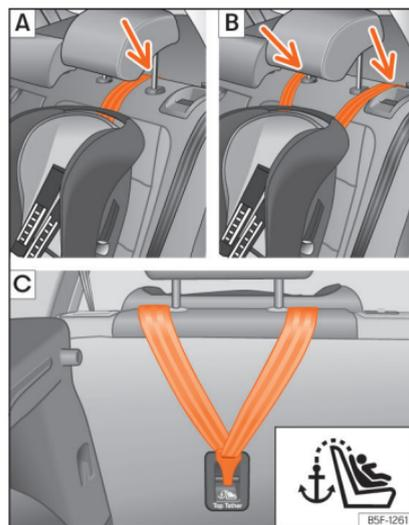
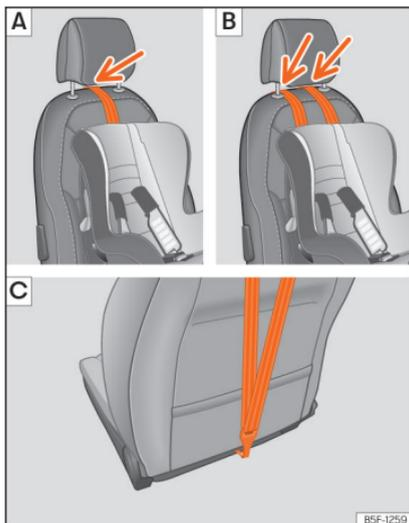

Fig. 34 Bancos traseiros: ajuste e montagem em função do cinto Top Tether.
Fig. 35 Banco dianteiro do passageiro: ajuste e montagem em função do cinto Top Tether.
cabeça se for necessário) » » Fig. 34 [A]/[B], » » Fig. 35 [A]/[B].
- Deslize a correia e fixe-a corretamente com a fixação da parte posterior do encosto » » Fig. 34 [C], » » Fig. 35 [C].